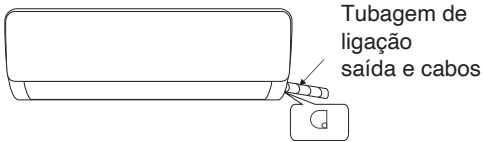
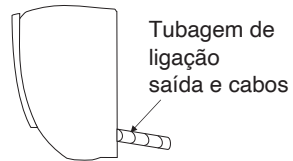

Fig.1 Material de preparação
Fig.2
1. Dependendo da posição da unidade, o tubo pode sair do lado esquerdo ou direito (Fig. 1), ou verticalmente a partir da retaguarda (Fig.2) (dependendo do comprimento do tubo da unidade interior). Em caso de saída lateral, deve bloquear a saída no lado oposto.